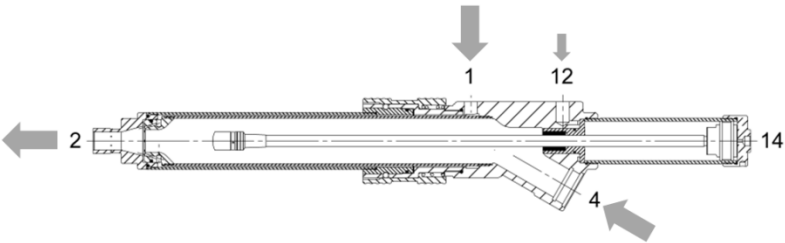

Abbildung 4
- **Füllinjektor öffnen; Kavität befüllen**(→Abbildung 4).